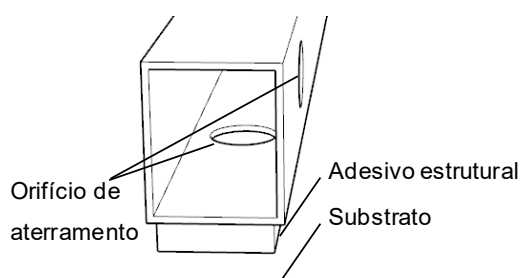
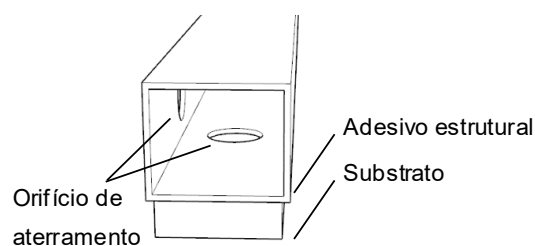
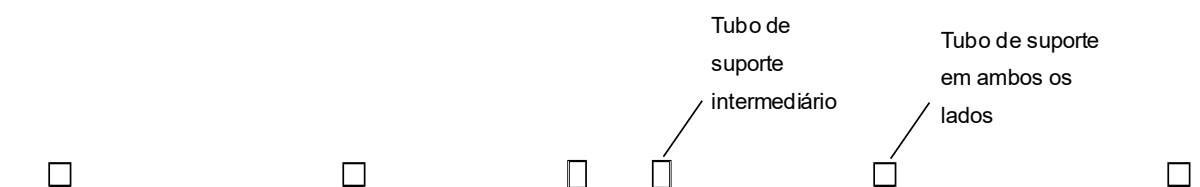

Figura 13
Figura 14
Figura 15
- ⑤ Há um orifício de aterramento no tubo de suporte, e um lado do orifício de aterramento não deve ficar voltado para a parte traseira do produto para evitar que as rebarbas no orifício de aterramento arranhem e perfurem a parte traseira do produto. Os dois tubos de suporte no meio (como mostrado na Figura 13) são erguidos e instalados em uma altura de instalação mais alta, e os outros tubos de suporte em ambos os lados (como mostrado na Figura 14) são instalados de forma plana e em uma altura mais baixa, como mostrado abaixo (como mostrado na Figura 15).